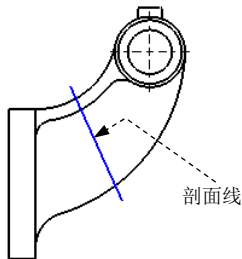
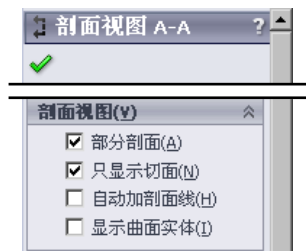

图 6.13.15 选取剖面线
图 6.13.16 “剖面视图”对话框
Step1. 绘制剖切线。选择下拉菜单 **工具(T)** → **草图绘制实体(E)** → **直线(L)** 命令，绘制图 6.13.15 所示的直线作为剖面线。
Step2. 选取图 6.13.15 所示的直线，再选择下拉菜单 **插入(I)** → **工程图视图(V)** → **剖面视图(S)** 命令，系统弹出“剖面视图 A-A”对话框（图 6.13.16），单击 按钮，在对话框的 文本框中输入视图标号 A，并选中图 6.13.16 所示对话框中的 ☒ 只显示切面(N) 复选项。